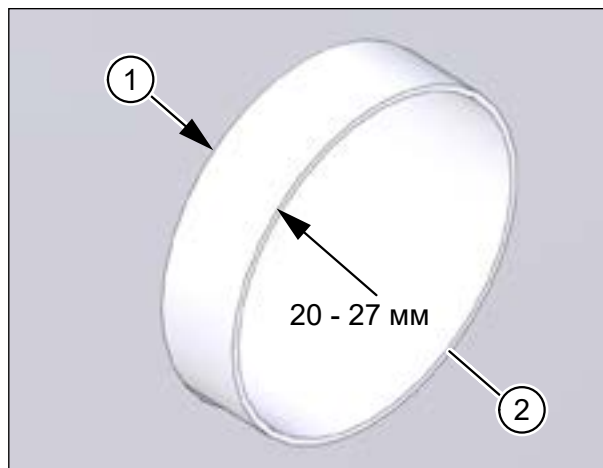

Рис. 12: Проверить вентиляционные трубы
- ▶ Проверьте, чтобы вентиляционные трубы выступали снаружи над штукатуркой на 20 - 27 мм (см. поз. 1 на рис. 12).
- ▶ Проверьте, чтобы стыки вентиляционных труб были зачищены (см. поз. 2 на рис. 12).